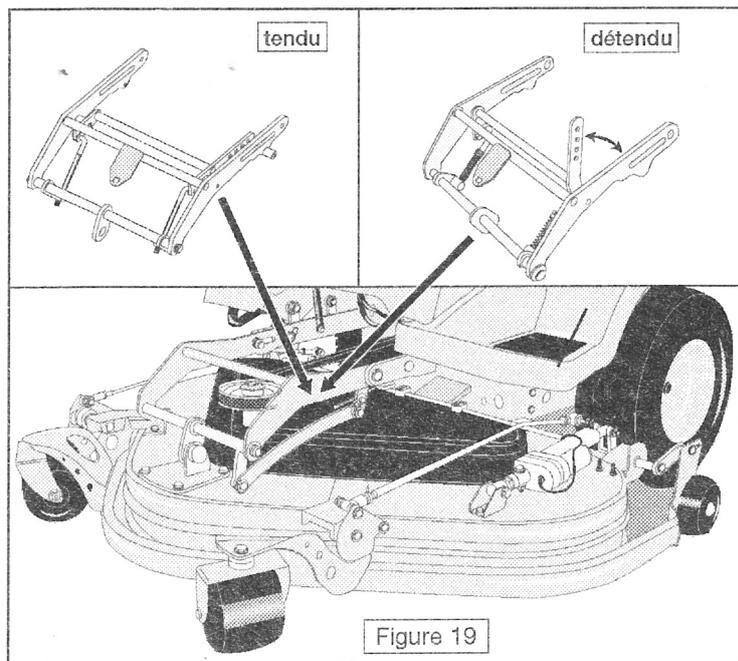

Figure 19
6. Oter les agrafes (fig 19 & 20) et enlever la goupille avant du plateau l'EMBIELLAGE EST TENDU PAR DES RESSORTS DES QUE LA GOUPILLE EST ENLEVEE LE RESSORT REMONTE L'EMBIELLAGE, pour faciliter le démontage de la goupille il faut maintenir l'embiellage vers la bas de l'autre main.